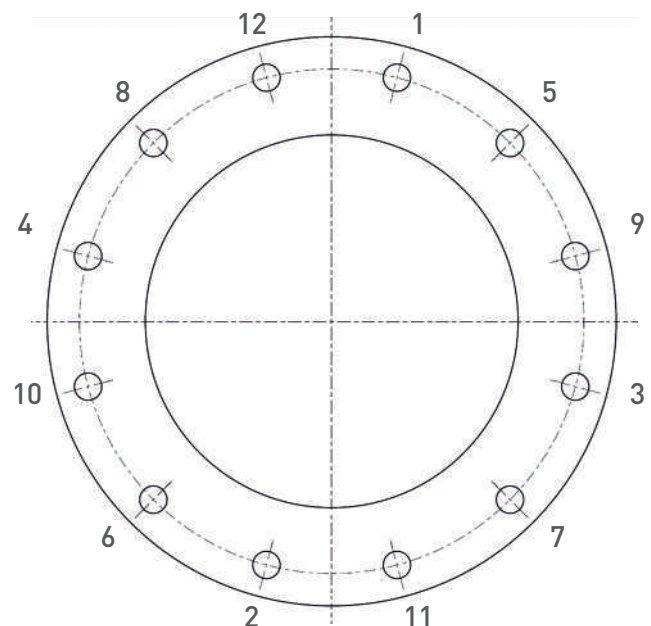

Рисунок 4: Пример рассверловки фланца DN300
Равномерно затяните болты в порядке крест-накрест (см рис.4).
- Равномерно затяните болты в порядке крест-накрест (см рис.4 – порядок от 1 до12).